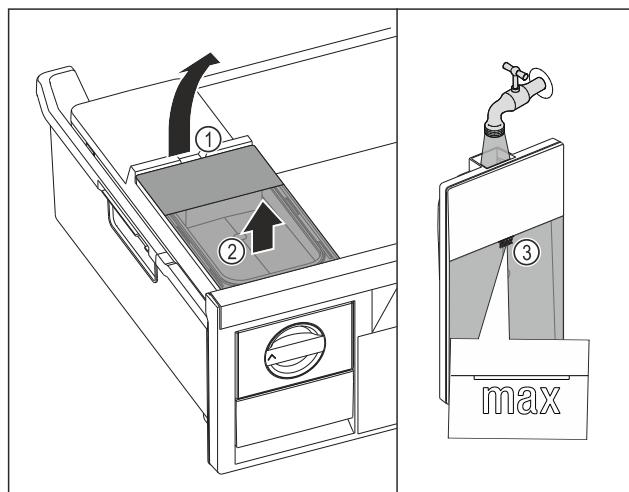

Fig. 126
- Поднимите бак для воды за выемку Fig. 126 (1).
- Извлеките бак для воды движением вверх. Fig. 126 (2)
- Наполните бак для воды питьевой водой до отметки Fig. 126 (3).